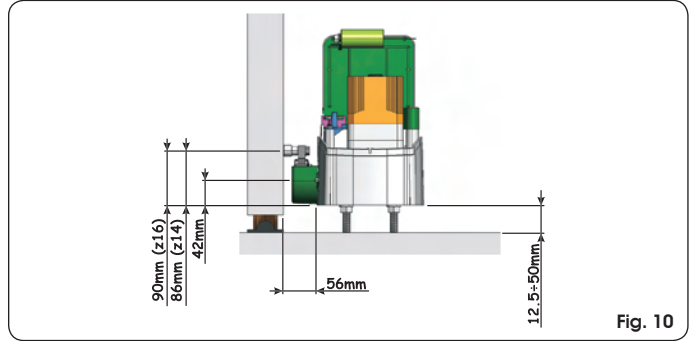

Fig. 10
- ③ Regule la altura del motorreductor y la distancia hasta la cancela, tomando como referencia a las cotas indicadas en la Fig. 10.